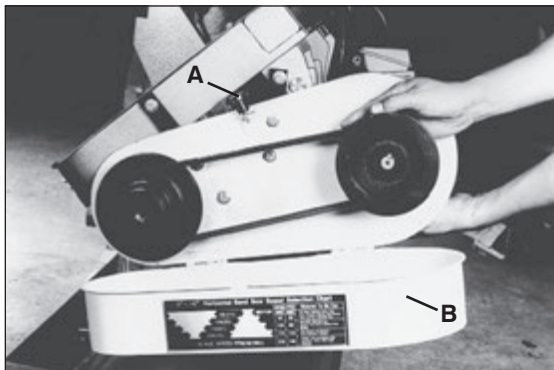

Fig. 12
2. Desserrez l'écrou à oreilles (A, Fig. 12), soulevez le garde-courroie et le couvre-poulie (B) et faites pivoter l'ensemble vers le côté de la machine.
4. Déplacez la courroie (Fig. 12) vers les gorges voulues sur les poulies, réglez la tension de la courroie en tirant la plaque du moteur vers l'arrière jusqu'à ce que vous obteniez la tension adéquate de la courroie et serrez le bouton de verrouillage de la tension.